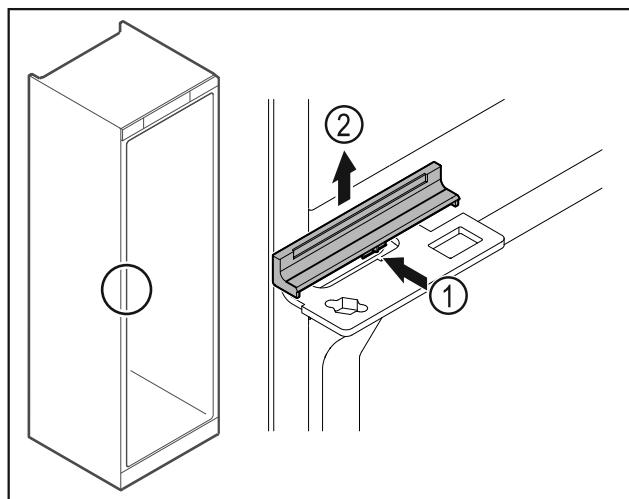

Fig. 47
- Zláhka zatlačte kryt Fig. 47 (1) v strede a odoberte ho nahor Fig. 47 (2).